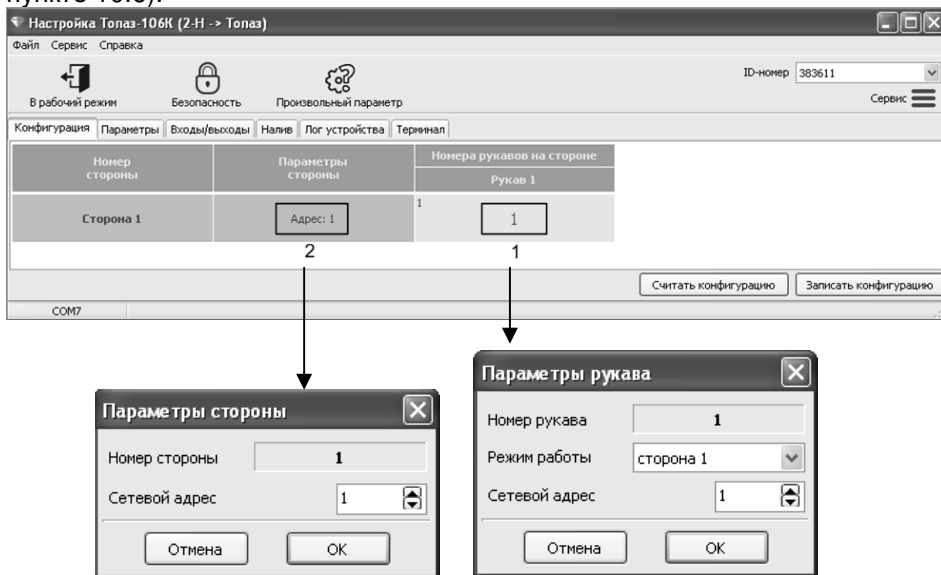

Рисунок 3
10.3 На первой вкладке программы считать конфигурацию устройства, нажав соответствующую кнопку (рисунок 3).